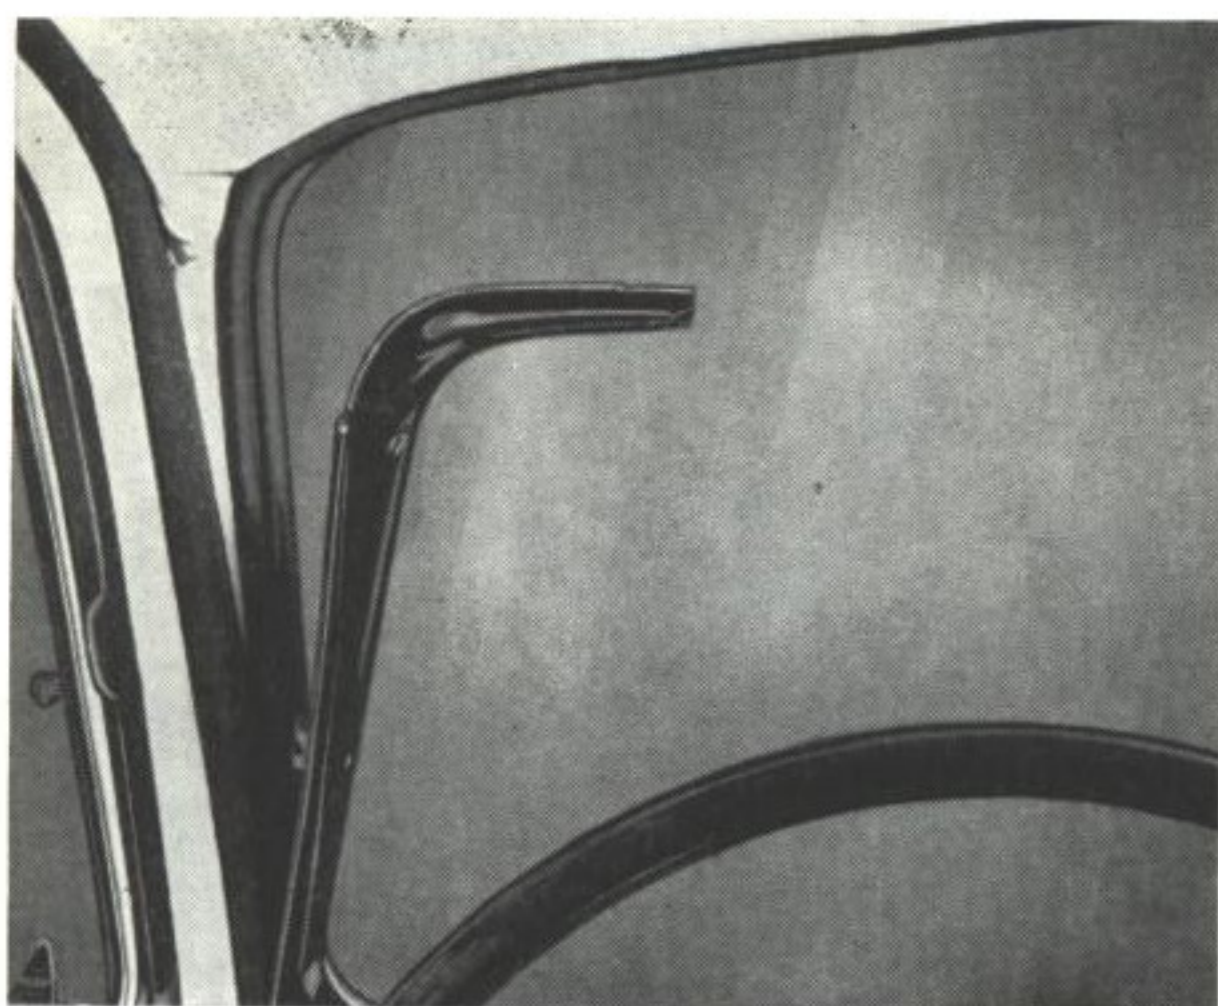

Bild 67. Inre prydnadslister lossade
1. Demontera innerbelysning, solskydd, backspegel och överdelen av prydnadslist vid vindrutan. Lossa sidolistan enligt bild 67.
1. Demontera innerbelysning, solskydd, backspegel och överdelen prydnadslist vid vindrutan. Lossa sidolisterna enligt bild 67.